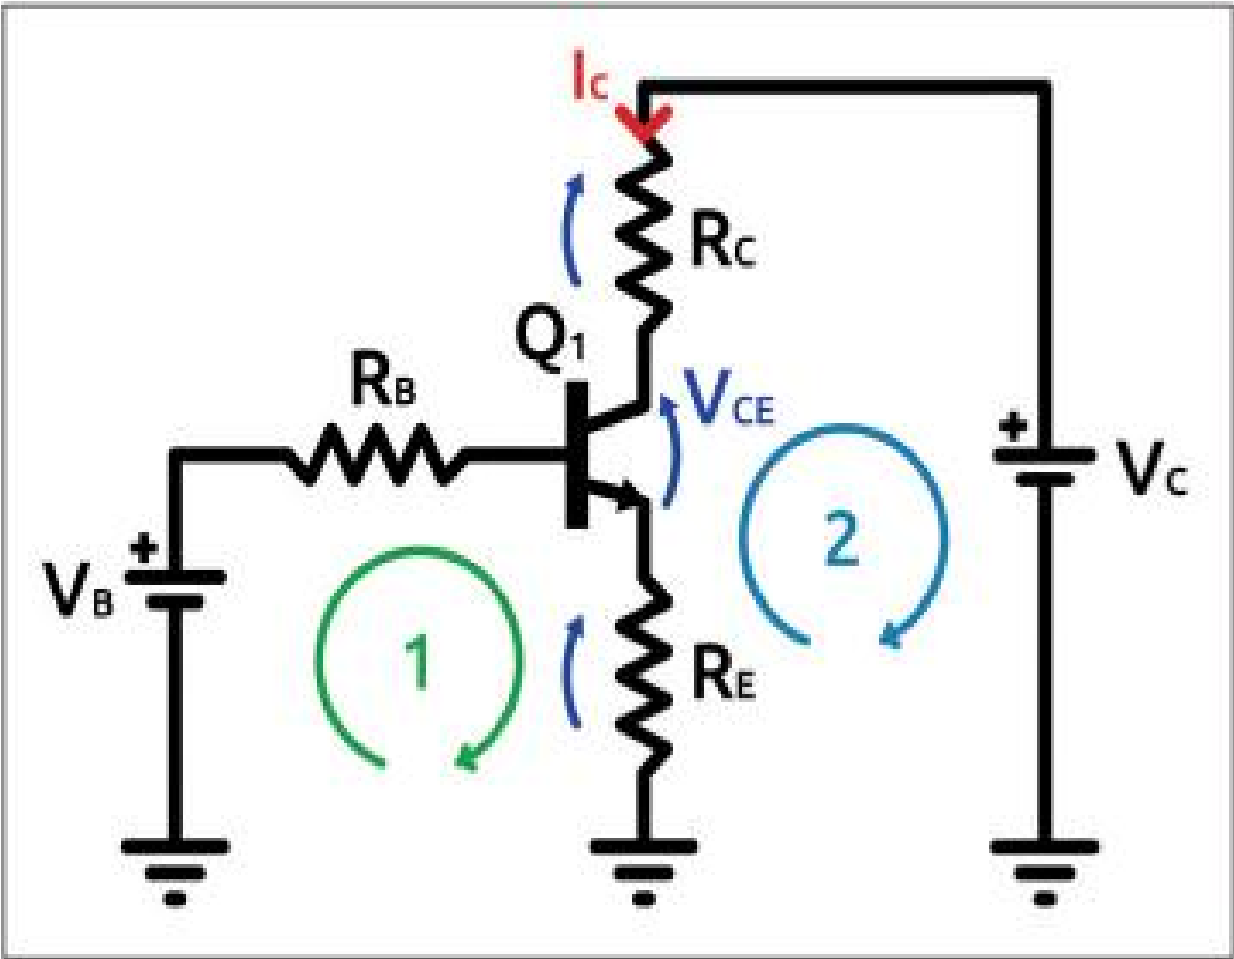

Figura 3.43 – Etapa de amplificación con emisor común de tipo didáctico.
Para estudiar o diseñar una etapa de amplificación de transistor con emisor común, a menudo se utiliza un esquema didáctico o simplificado como el que se muestra en la figura 3.43. En un esquema real tenemos algunos componentes añadidos y una única alimentación. El esquema no muestra el punto de entrada y de salida de la señal, porque sirve principalmente para configurar el punto de trabajo, es decir, la polarización del transistor. El emisor no está conectado directamente a tierra, si bien el esquema está definido como emisor común porque la resistencia R_E introduce una mejor estabilidad del circuito. La señal que se debe amplificar se aplicará a la base y se recogerá directamente sobre el colector. Las resistencias R_E y R_C sirven para ajustar la corriente de colector y la tensión VCE del transistor. En este esquema, para simplificar, las tensiones de alimentación están proporcionadas por baterías. Si observamos el circuito, podemos identificar dos mallas, una de entrada (1) y otra de salida (2).
Para la malla de salida (2) de la figura 3.43, fijamos una convención para las tensiones y obtenemos la ecuación:
Ahora consideremos la malla de entrada (visible en la figura 3.43), para la cual podemos escribir la ecuación: